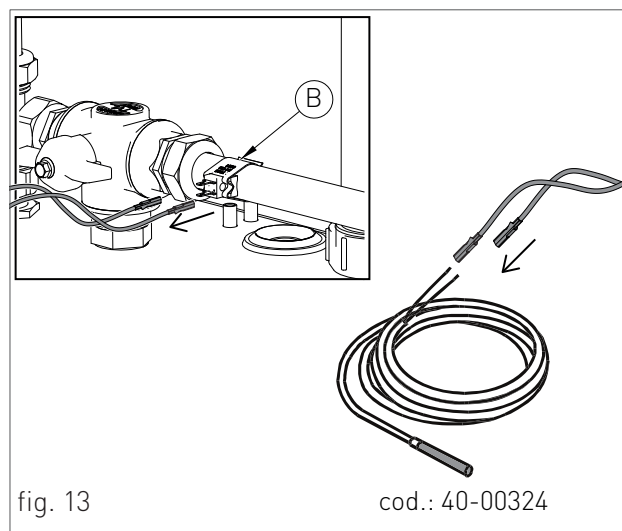

fig. 13
- › Débrancher les deux faston de la sonde recirculation (voir B-fig. 13), et les brancher dans la sonde pourvue en option pour l'accumulation (référence: 40-00324, voir fig. 13). Introduire la sonde pour l'accumulation, dans la porte-sonde de la cuve.